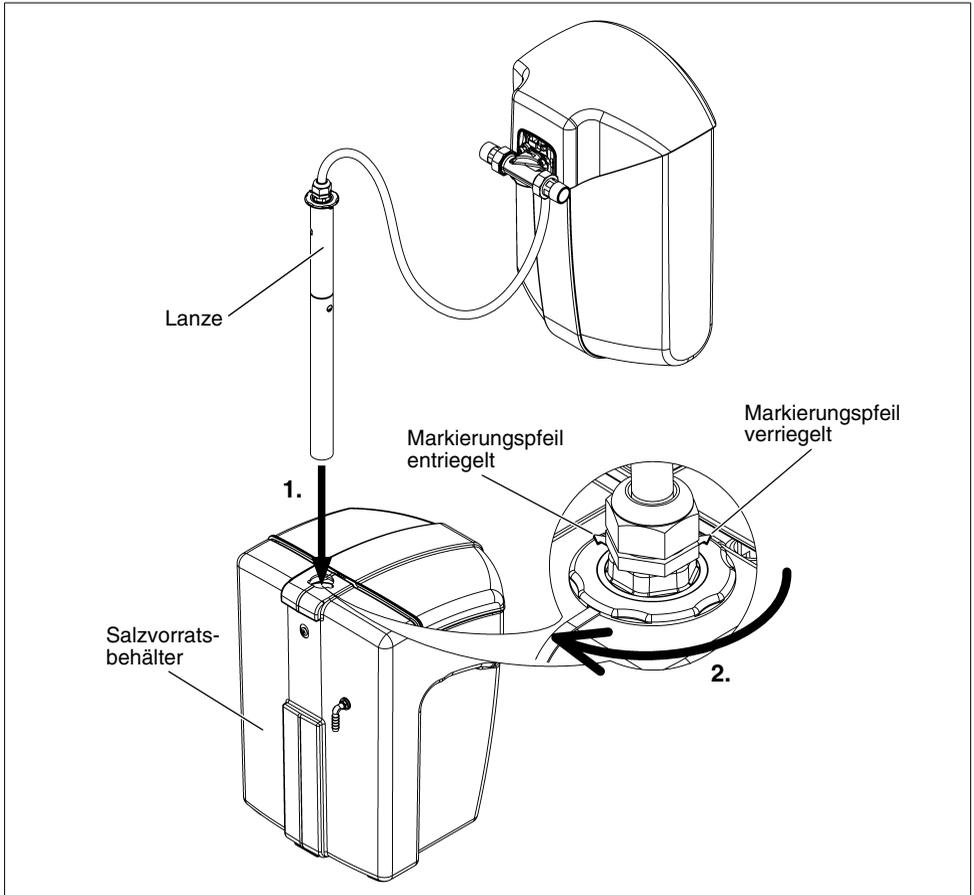

Abb. 9: Verbinden der Enthärtungsanlage mit dem Salzvorratsbehälter
### Vorgehensweise (siehe Abb. 9):
(siehe Abb. 9)!
**Salzvorratsbehälters zeigen** (siehe Abb. 9)!